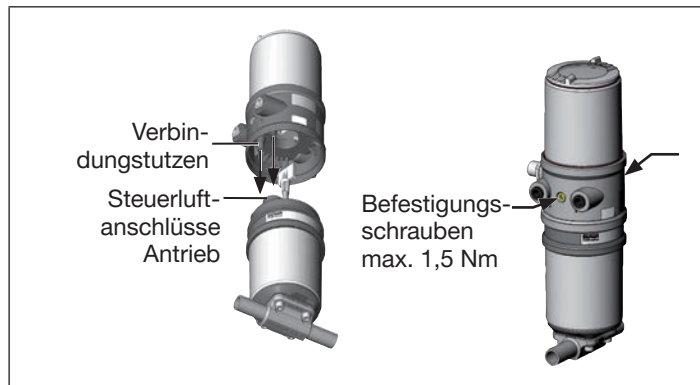

Bild 7: Montage Positioner, Reihe 2103, 23xx
2. die Verbindungsstutzen des Positioners in die Steuerluftanschlüsse des Antriebs (siehe „Bild 7“) hineinfinden.